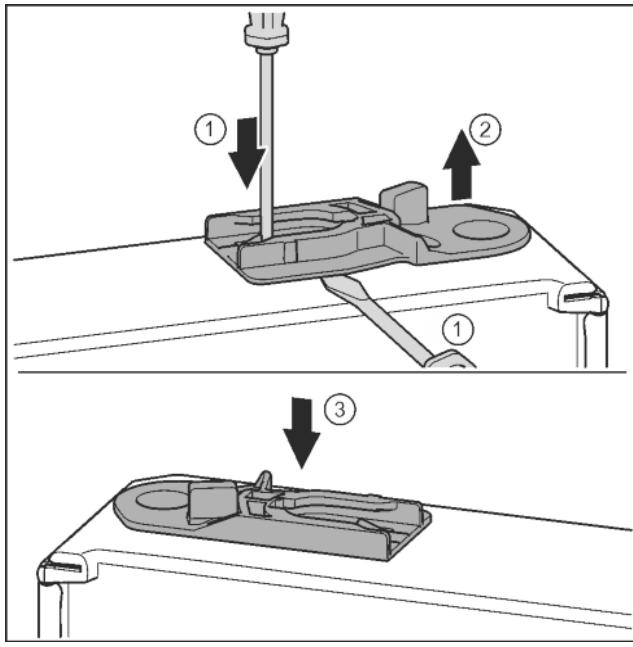

Fig. 32
- ▶ Извлечь направляющее гнездо: нажать накладку шлицевой отверткой и одновременно переместить ее шлицевой отверткой под направляющее гнездо. *Fig. 32 (1, 2)*
- ▶ Прилагаемое при поставке направляющее гнездо установить на другой стороне корпуса. *Fig. 32 (3)*